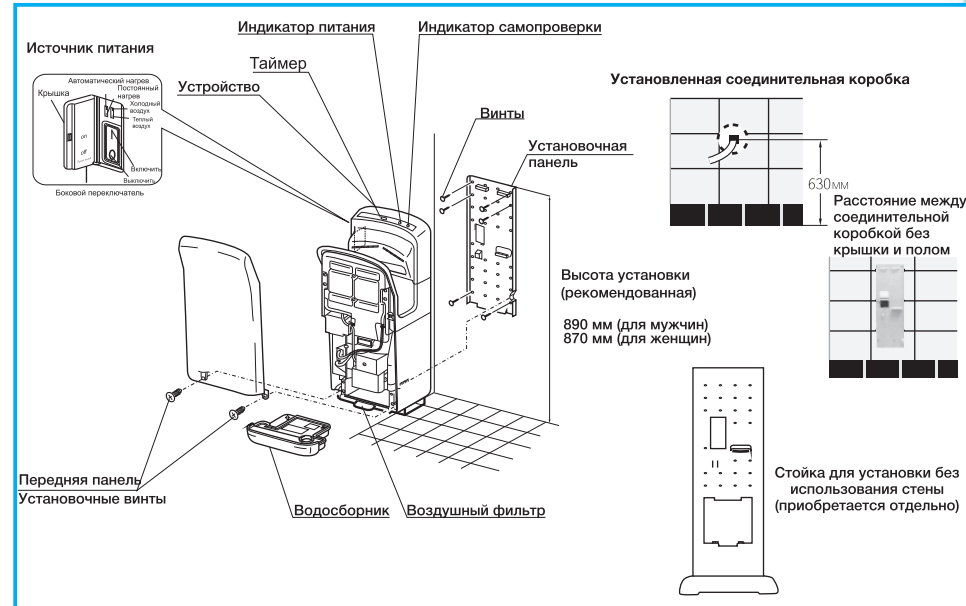

Рисунок 3. Компоненты установки
1. Снять крышку соединительной коробки, для этого нужно вывернуть винт из крышки соединительной коробки и потянуть крышку на себя (Рис.3).